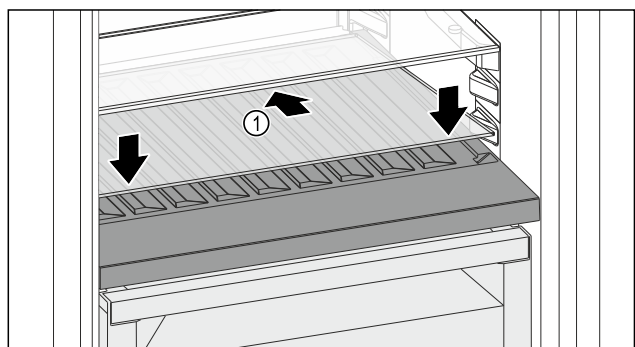

Fig. 187
- ▶ Glasplatte Fig. 187 (1) schräg und nach hinten unten geneigt ansetzen.
- ▶ Glasplatte Fig. 187 (1) vorne absenken.